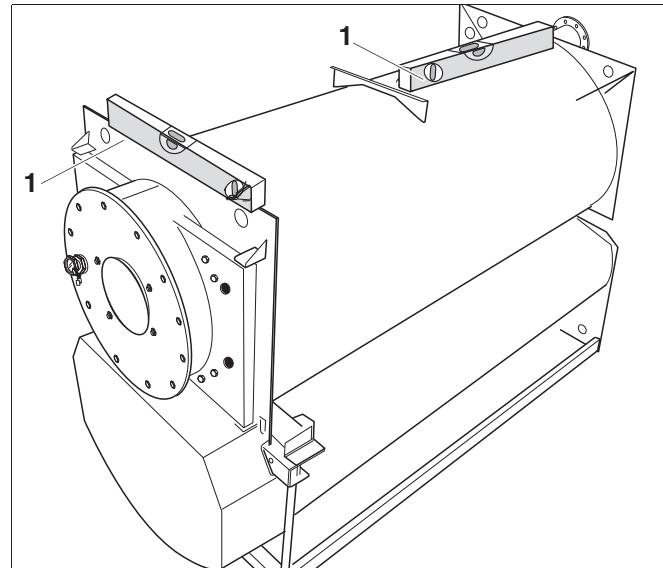

Рис.6 Выравнивание котла
Котёл нужно выровнить по горизонтали и вертикали так, чтобы в нем не скапливался воздух (рис. 6).
- ▶ Выровните отопительный котёл в горизонтальной и вертикальной плоскостях, как показано на рис. 6, используя уровень [1].